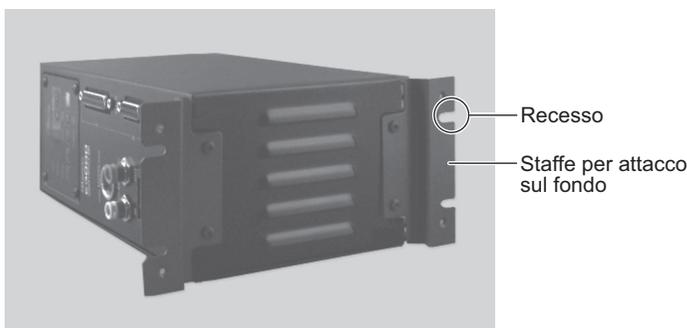
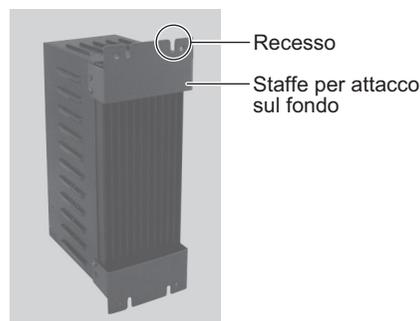

Fig. 15
Fig. 16
- Le staffe possono essere montate con "Montaggio inferiore (Fig. 15)" e con "Montaggio posteriore (Fig. 16)" del CONTROLLER.
(1) Installare le staffe (2 pz.) usando le viti di montaggio fornite in dotazione. (4 pz.)
(2) Fissare il CONTROLLER (area scanalata della staffa) alla macchina usando le viti di montaggio fornite.